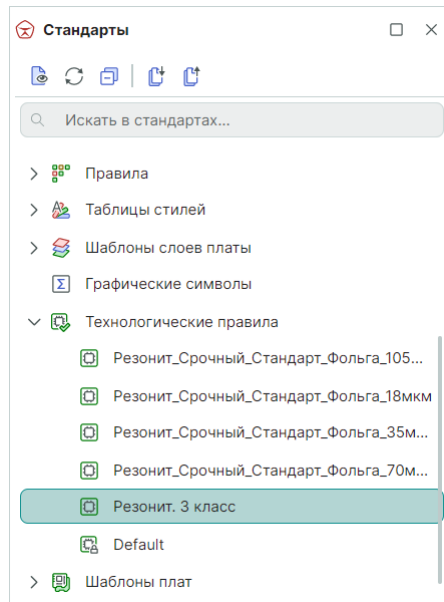

Рис. 518 Отображение созданного шаблона правил
4. По завершению сохраните настроенные параметры с помощью команды «Сохранить» на панели «Общие» или используйте горячие клавиши «Ctrl+S», новый шаблон появится в дереве панели «Стандарты», см. Рис. 518.